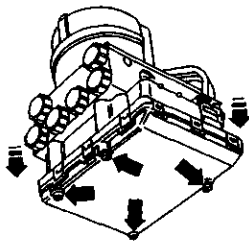

图 3-274 拆下 ABS ECU 与 HCU 的连接螺栓
2) 用专用套筒扳手拆下 ABS ECU 与 HCU 的 4 个连接螺栓 (如图 3-274 所示)。